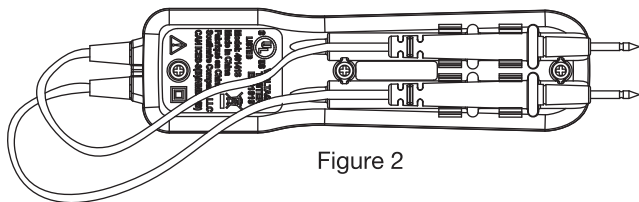

Figure 2
3. Pour tester les prises électriques, enclenchez les sondes de test dans le support à l'arrière des testeurs (Figure 2). Cela permet de n'avoir besoin que d'une main lors de l'insertion des sondes dans la prise.